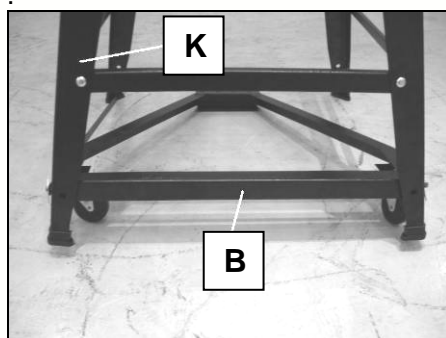

Fig 17
- Placez le bras principal (B) à l'intérieur du piètement (K) (Fig 17).